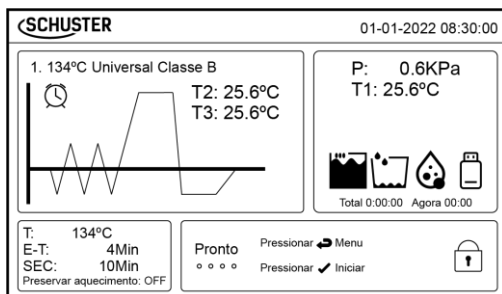

Fig. 7
- Após o desbloqueio com sucesso, a autoclave apresentará a mensagem solicitando ao usuário se deseja cancelar a senha de desbloqueio (Fig. 5). Se confirmar, não será solicitada novamente, na próxima inicialização. Caso contrário, será solicitada. Após, terá início a inspeção automática (Fig. 6) e então será exibida a tela do programa (Fig. 7).
- Na tela do programa (Fig.7), pressionar o botão voltar/menu  para acessar o menu principal (Tab.5). Nesta tela, poderá ser escolhido um dos 3 submenus disponíveis. Utilizar os botões de seleção inferior  ou superior  para navegar entre as opções. Para escolher um programa, selecionar o submenu "Selecionar Ciclo" (Tab.5-1) e pressionar o botão confirmar/início . Escolher o programa conforme o tipo de esterilização. Ao final, pressionar o botão confirmar/início  para ativar o ciclo escolhido. Pressionar mais uma vez o botão confirmar/início  para iniciar o funcionamento da autoclave.
- Estando na tela do programa (Fig.7), pressionar o botão voltar/menu  para acessar o menu principal (Tab.5) e, após, o submenu "Selecionar Ciclo" (Tab.5-1). Escolha um dos 6 programas disponíveis, conforme as características específicas de cada um, de acordo com a tabela a seguir:
- Para acessar o submenu de configurações, na tela do programa (Fig. 7) pressionar o botão voltar/menu  para acessar o menu principal, e então selecionar o submenu “Configurar Equipamento” (Tab.5-2).